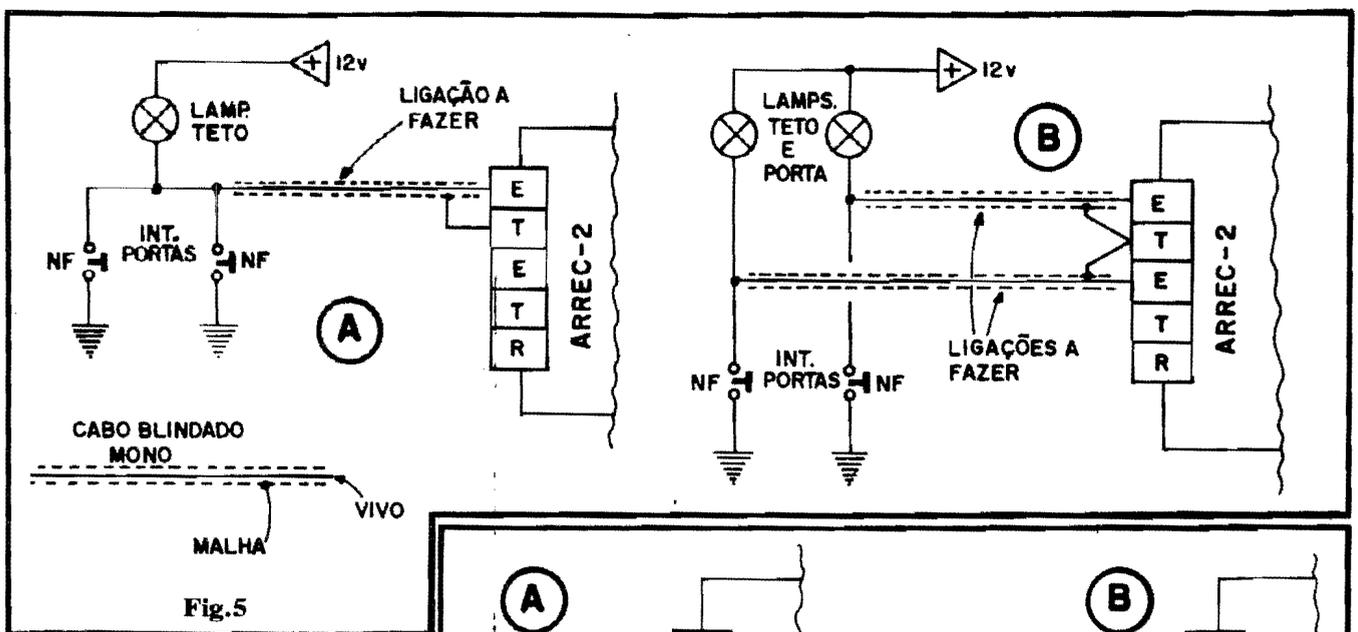

Fig.5
- FIG. 5 - INSTALAÇÃO DAS "ENTRADAS DE DISPARO" - As conexões de instalação do ARREC-II são simples, porém exigem alguns cuidados... Assim, optamos por mostrá-las por etapas, de modo a mais facilmente o Leitor/Hobbysta poder "pegar" cada ponto importante... Primeiramente falando das Entradas de controle ou sensoramento, observem que há, pelo menos, **dois** métodos de ligação: no caso 5-A para os carros onde os tais interruptores de porta controlam, conjuntamente, uma única "lâmpada de teto"; já em 5-B para o caso de interruptores de porta controlando individualmente "luzes de cortesia" distintas. Observem que as ligações a serem feitas - para pre-
- Se o cabo do dito botão de REARMAR tiver que ser estabelecido num percurso muito longo, passando por sobre outras fiações já existentes no sistema elétrico do veículo, podemos proteger a sua instalação contra a captação de pulsos interferentes, simplesmente efetuando-a também com um condutor blindado mono (como foi sugerido para as Entradas de disparo, na fig. 5...). No caso, observar bem as necessárias ligações à malha do dito cabo blindado, tanto a um dos terminais do push-button quanto ao terminal "T" da barra de conectores do ARREC-II...